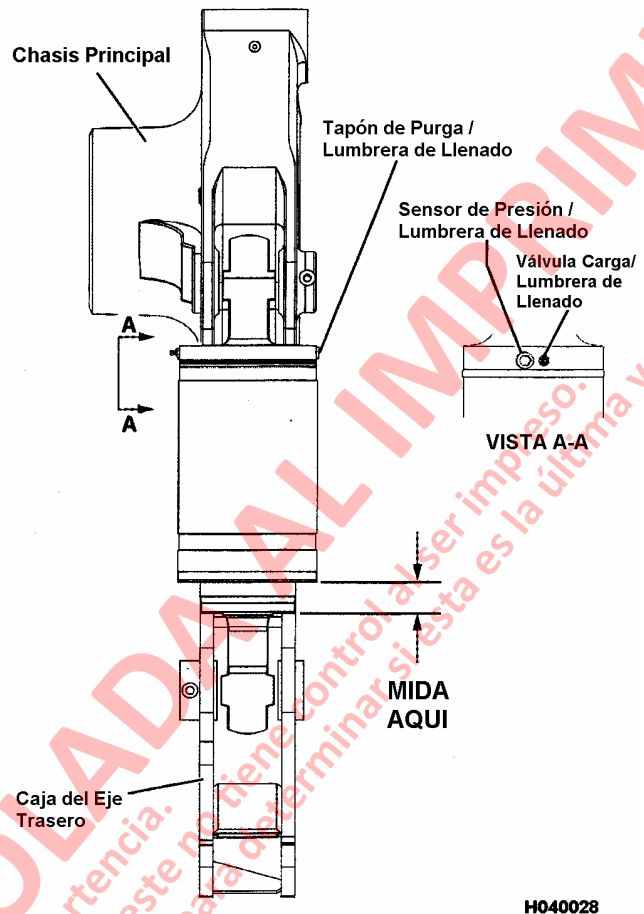

FIGURA 4-5. SUSPENSION TRASERA
4. Saque el tapón de purga, el sensor de presión y la válvula de carga (ver Figura 4-5). Use una de las lumbreras abiertas para llenar la suspensión con aceite limpio Hydrair (con 6% de modificador de fricción). Llene hasta que comience a salir aceite limpio por las lumbreras abiertas. Se deben utilizar colectores de aceite y cualquier derramamiento deberá limpiarse de la parte externa de la suspensión. Deje que la suspensión se asiente por al menos 15 minutos para eliminar las burbujas y/o nitrógeno atrapados en el aceite. Agregue más aceite para suspensión si es necesario.